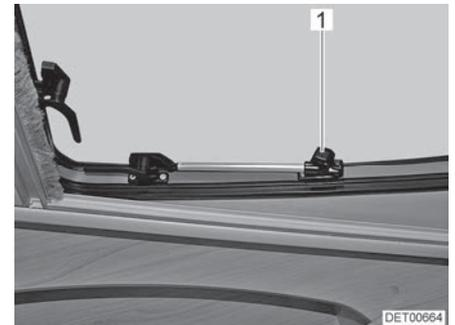

Bild 37 Dachfenster mit Dreh-Ausstellern, geöffnet
- Dachfenster bis zur gewünschten Stellung öffnen und mit Rändelknopf (Bild 37,1) feststellen.
- Rändelknopf (Bild 37,1) drehen, bis Arretierung freigegeben wird.